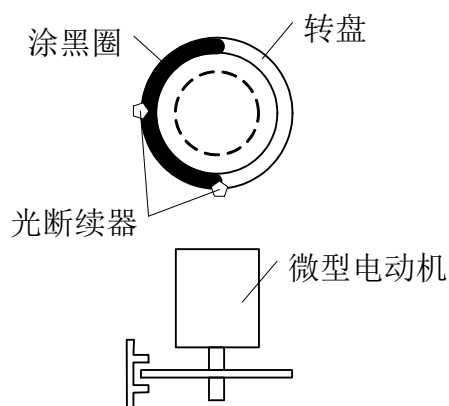
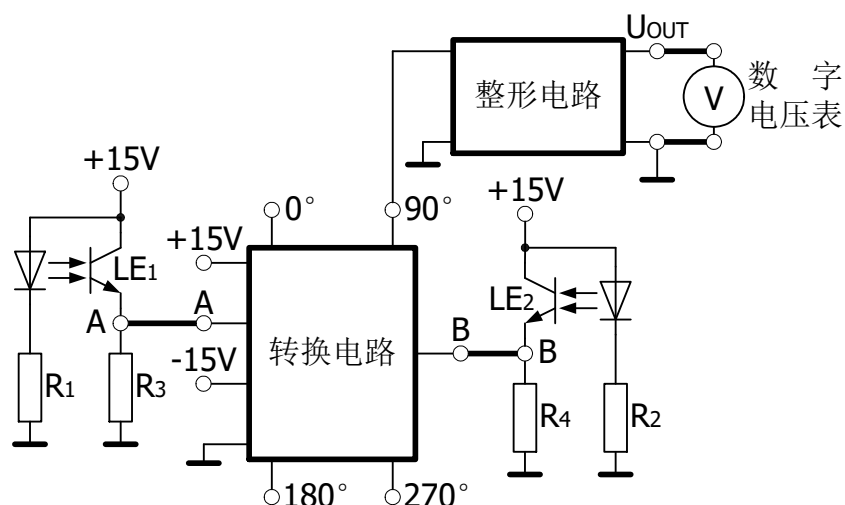

图 17-2 测速装置示意图
图 17-3 光电传感器实验原理图
2、图 17-2 为测速装置示意图，其中微型电动机带动转盘在两个成 90 度的光断续器的开口中转动，转盘上一半为黑色，另一半透明，转动时，两个光断续器将输出不同相位的方波信号，这两个方波信号经过转换电路中的四个运放器，可输出相位差分别为 0° 、 90° 、 180° 、 270° 的方波信号，它们的频率都是相同的，其中任意一个方波信号均可输出至频率表显示频率。原理如图 17-3 所示。